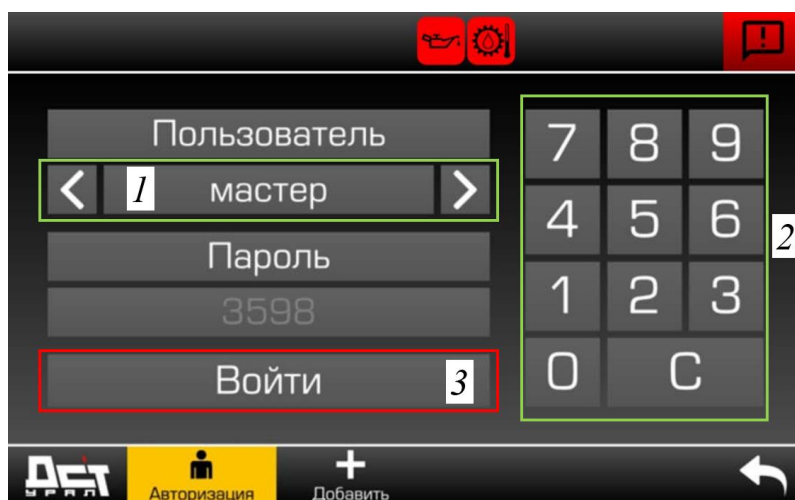

Рисунок 3.6. Страница «Авторизация»
- ▶ Открыть главное меню и выбрать страницу «Авторизация», рис. 3.6